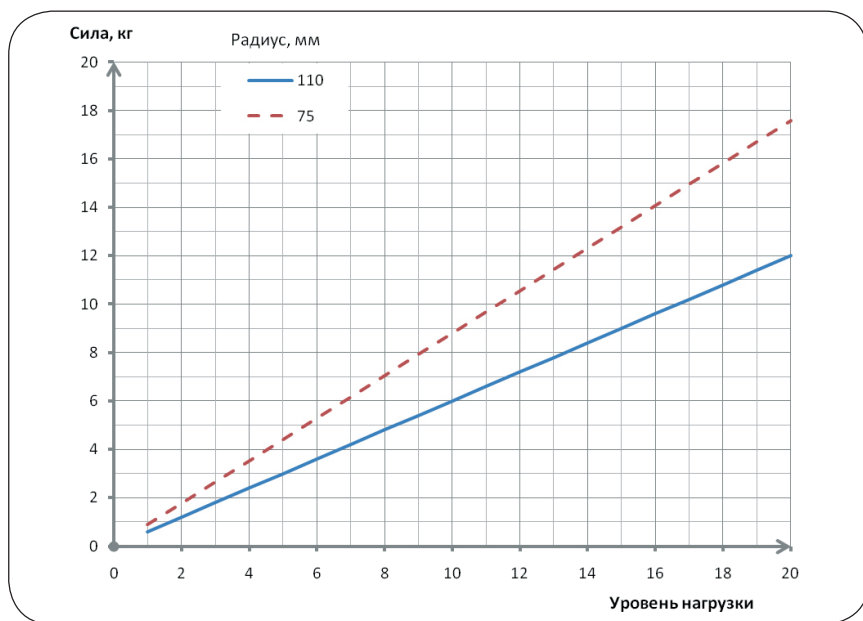

Рисунок 8
6.5.10. Задайте усилие в соответствии с физической формой пользователя. При установке нагрузки необходимо руководствоваться графиком (рис.8):